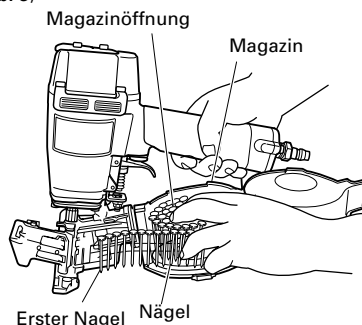

Abb. 3
(3) Legen Sie die Nagelrolle in das Magazin ein. Schieben Sie den ersten Nagel in die Magazinöffnung. (Abb. 3)